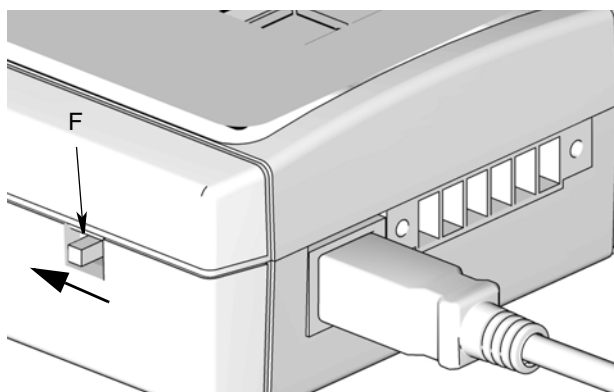

FIG. 6
3. Controleer of de keuzeschakelaar (F) correct is ingesteld voor de USB-aansluiting. Raadpleeg FIG. 6 voor de schakelposities.